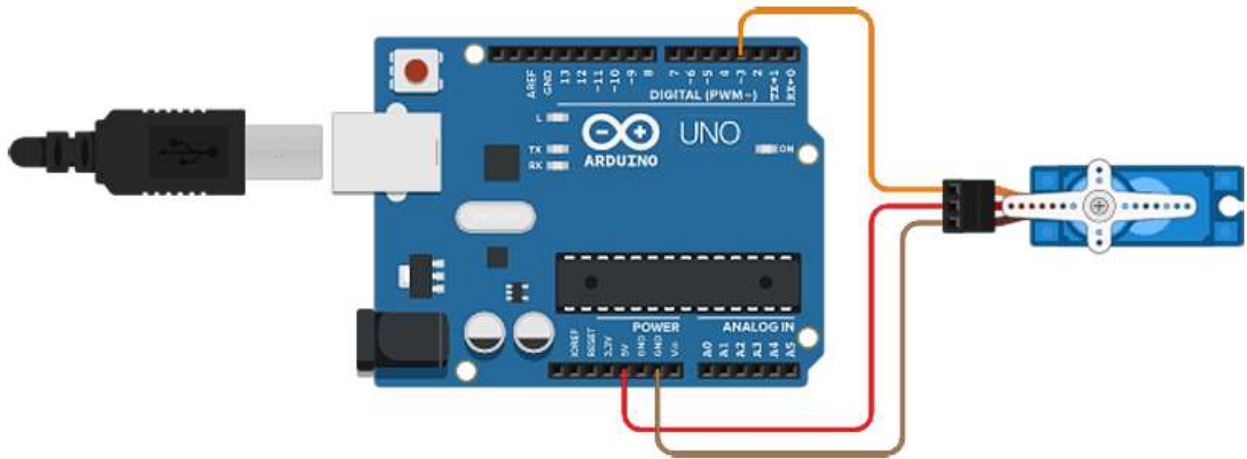

Рис.3.1 – Схема підключення сервоприводу до плати керування.
1. Вибрати необхідні елементи та з'єднати їх згідно схеми підключення (рис.3.1)